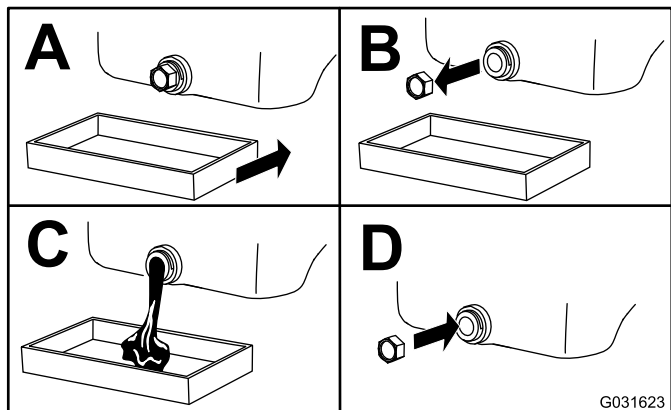

Рисунок 49
3. Замените масло в двигателе, как показано на Рисунок 49.